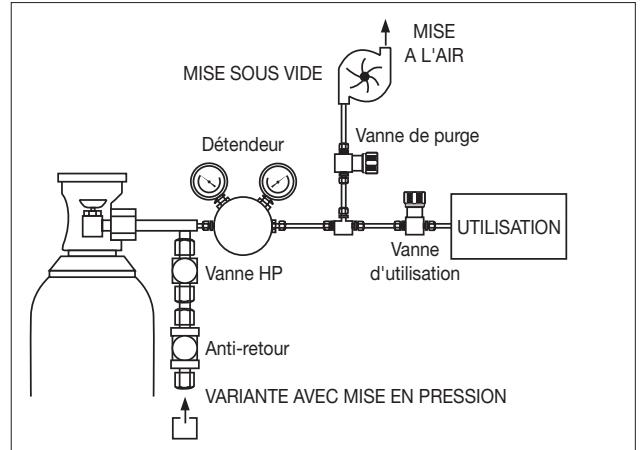

Figure 3
- Vidange sous vide sans mise en pression (fig. 3) dans lorsque le gaz ne peut être rejeté l'atmosphère et qu'il n'est pas possible d'utiliser un gaz de balayage, l'air doit être éliminé en faisant le vide. Une pompe à vide est placée sur le circuit de mise à l'air. Les opérations A1, 2, 3 étant effectuées, faire le vide pendant une dizaine de minutes puis, la vanne de mise à l'air étant fermée, effectuer les opérations C.
- Vidange sous vide avec mise en pression d'argon (fig. 3).